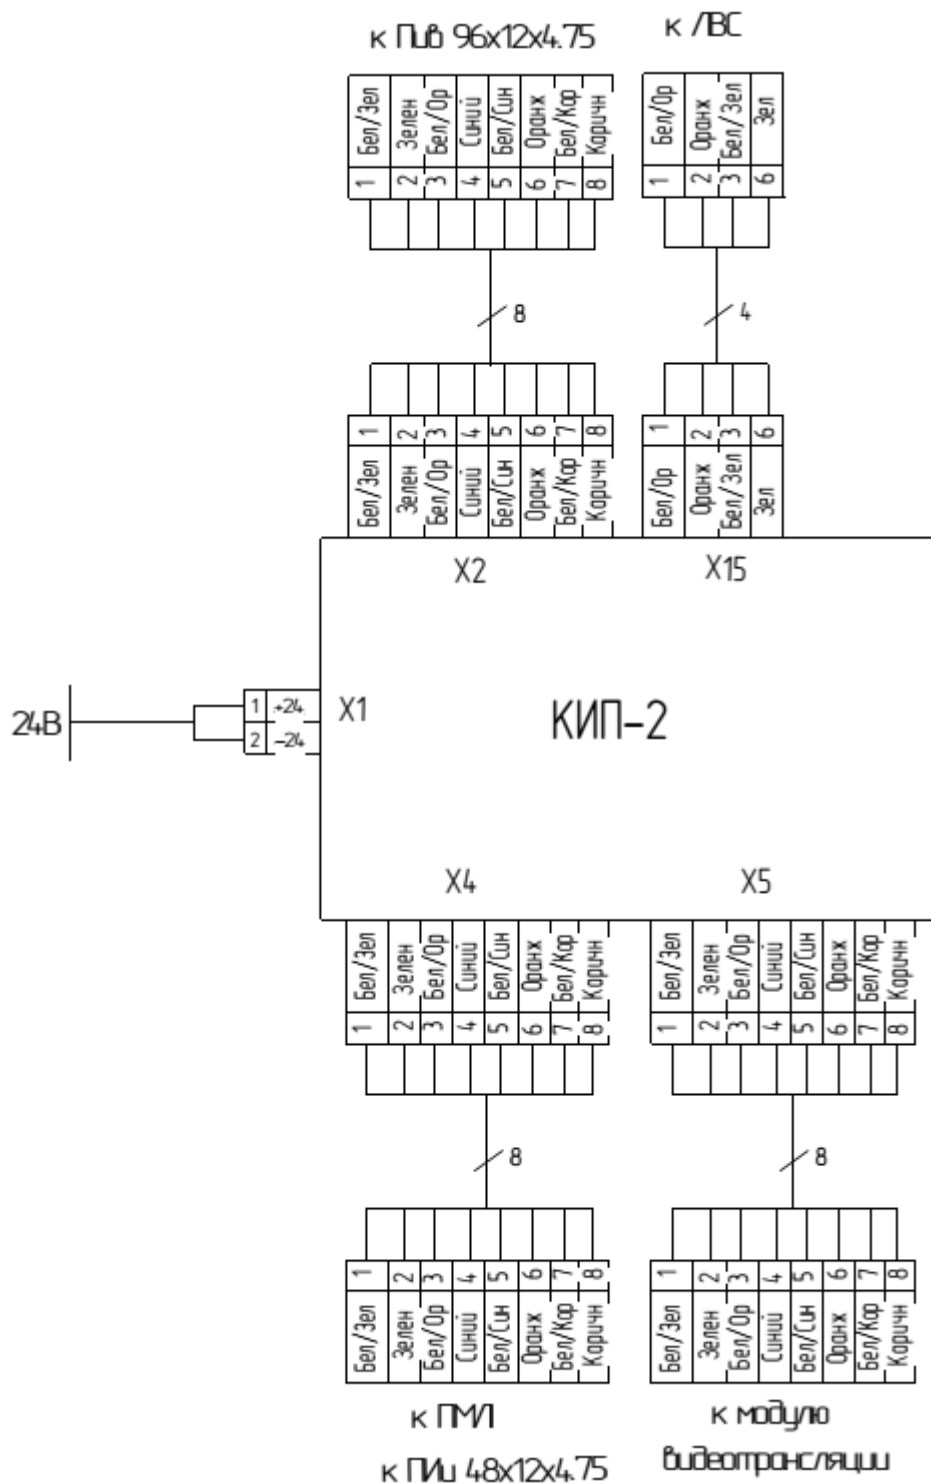

Рис.2 Схема соединений КИП-2
4.3.1 Для присоединения КИП-2 к панелям информационным, панелям маршрутным и к модулю видеотрансляции необходимо использовать 8-ми жильный кабель (см. рис.2), предназначенный для промышленных сетей Ethernet. Длина кабеля не должна превышать 50 м. Для присоединения кабелей к КИП-2, на
одном из его концов должен быть установлен соединитель типа - вилка Harting арт. 09451511520 (из комплекта поставки КИП-2). На других концах кабелей должны быть установлены соединители типа - вилка Harting арт. 09451511520 (из комплектов поставки подключаемых устройств). Установка соединителей на кабели осуществляется в соответствии с цветовой маркировкой жил, согласно схеме рис.2.
4.3.2 Для присоединения КИП-2 к ЛВС, необходимо использовать 4-х жильный кабель, предназначенный для промышленных сетей Ethernet. Длина кабеля не должна превышать 50м. Для присоединения кабеля к КИП-2 на одном из его концов должен быть установлен соединитель типа - вилка Harting арт. 09451511120 (из комплекта поставки КИП-2). Установка соединителей на кабель осуществляется в соответствии с цветовой маркировкой жил, согласно схеме рис.2.
4.3.3 Для подключения питания к КИП-2, необходимо использовать провода с сечением жил от 0,5 до 2.5мм2, к которым присоединена розетка Wago арт.231-102/026-000 (из комплекта поставки КИП-2). На концах проводов должны быть установлены обжимные наконечники с длиной металлической части от 6 до 8мм. Монтаж проводов в разъем производить в соответствии с маркировкой контактов (см. рис.2).